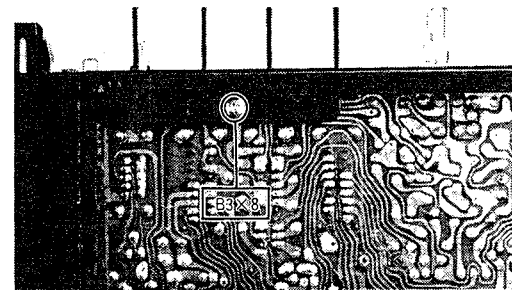

Fig. 8 Abb. 8
8. **Main PC Board (Figs. 8, 9)**
8. **Haupt-Platine (Abb. 8, 9)**
8. **Plaquette à circuits imprimés d'alimentation (Fig. 8, 9)**